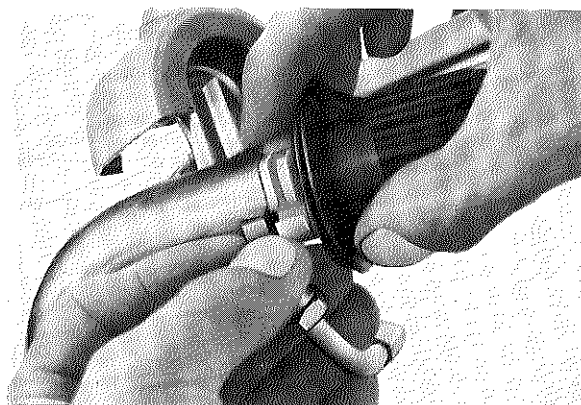

Fig. 5-10-2
1. Remove two Phillips head screws from throttle housing assembly and separate two halves of housing. (Fig. 5-10-2)
1. Enlever les deux vis à tête Phillips, et séparer les deux coquilles de la poignée d'accélérateur (Fig. 5-10-2).
1. Zwei Kreuzschlitzschrauben von der Gehäuseeinheit entfernen und Gehäuse in zwei Hälften teilen. (Fig. 5-10-2)